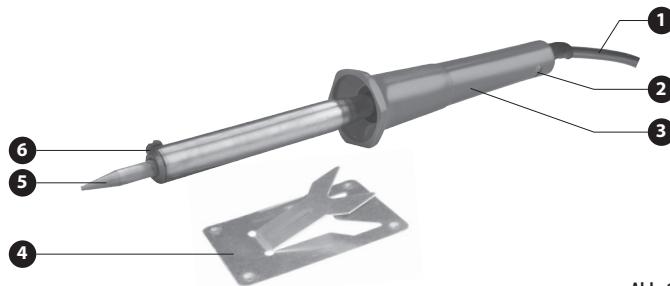

Abb. 1
2. Setzen Sie den Lötkolben auf den Ständer (Abb. 1, Position 4) und warten Sie, bis sich die Lötspitze erhitzt hat (~5-6 Min.). (Abb. 1, Position 5)
- Bevor Sie den Lötkolben an die Stromquelle anschließen, vergewissern Sie sich, dass die Spitze (Abb.1, Position 5) richtig positioniert und mit der Schraube (Abb.1, Position 6) gesichert ist. Erhitzen Sie den Lötkolben nie ohne Spitze.